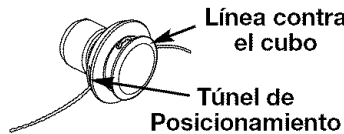

Fig. 12
5. Hale la línea y cerciórese de que la línea esté contra el cubo y que esté totalmente extendida a través de los túneles de posicionamiento (Fig. 12).